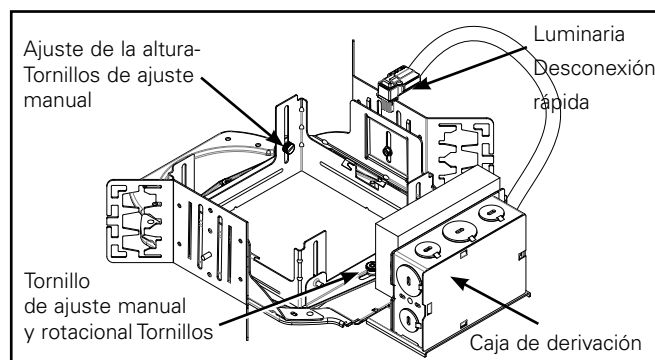
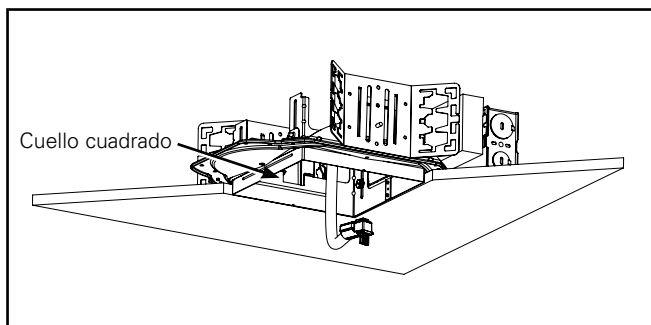

Figura 1.
Figura 2.
2. Ajuste los tornillos de ajuste del soporte suspensión (Figura 1.) para que modo la parte inferior del cuello cuadrado quede a ras de la línea del cielo raso acabado. (Figura 2.) El soporte de suspensión es reversible para un ajuste total de 5".
- modo que el cuello quede a ras con el cielo raso. Una vez lograda la altura deseada, ajuste los tornillos de ajuste manual (Figura 1.).
- (Rotación): Si se requiere rotar el cuello cuadrado, afloje los 2 tornillos de ajuste manual. Gire el cuello cuadrado a la posición deseada. Ajuste los tornillos de ajuste manual al finalizar (Figura 1.).
- Coloque el extremo del conducto flexible a través de la apertura del marco en el techo tal que quede expuesta la parte superior del dispositivo de desconexión rápida (Figura 2.).